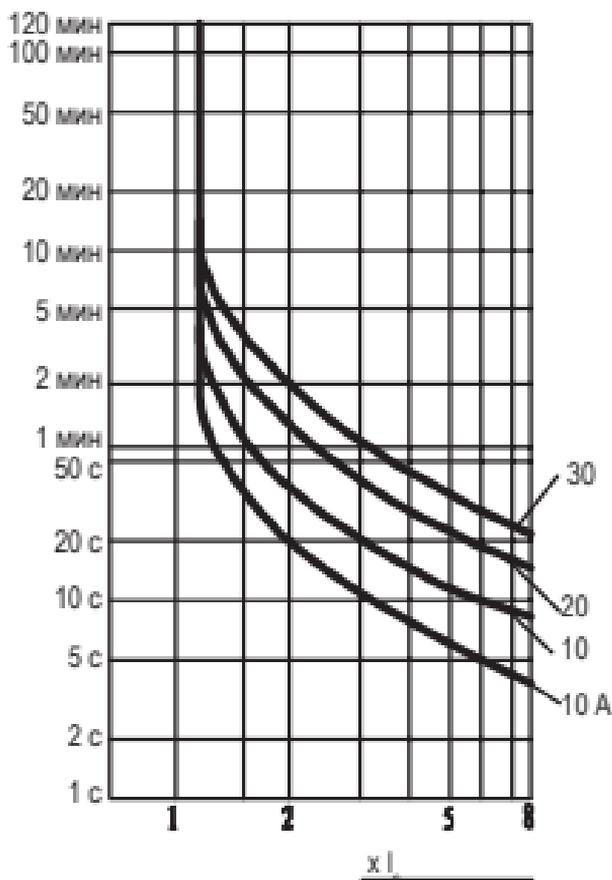

Рис. 1. Кривая зависимости времени и тока для защитного устройства
3.8 Кривая зависимости времени и тока для защитного устройства показана на рис. 1.